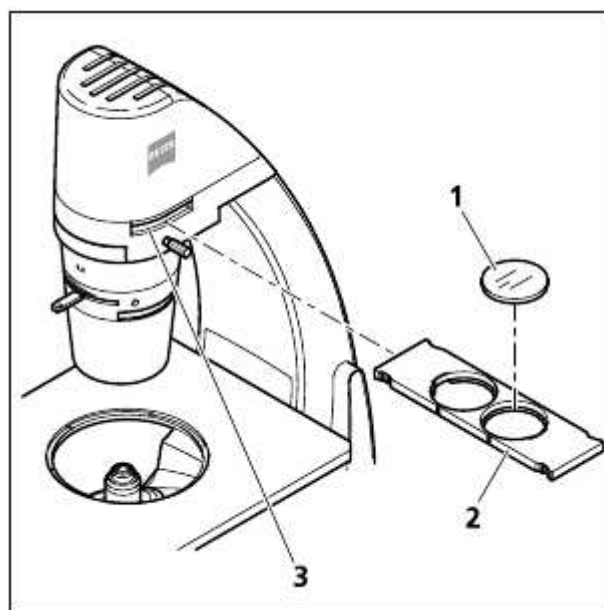

Fig. 5 安装滤色片插板
- 将滤色镜片(Fig. 5/1) 或绿色干涉片(直径=45 mm)安装在滤色片插板上.
- 将有2个位置的滤色片插板(Fig. 5/2) 从左侧或右侧插入主机上部的安装孔内(Fig. 5/3),移至需要的位置